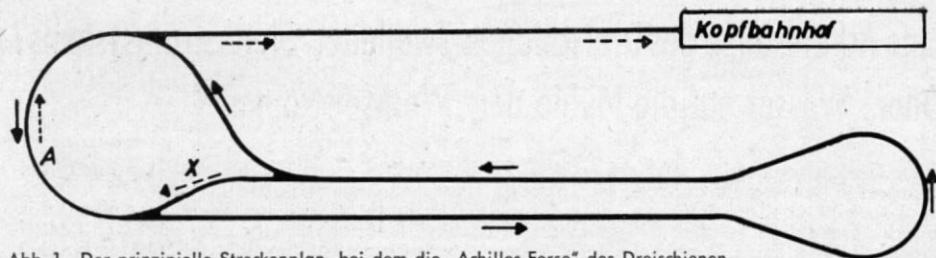
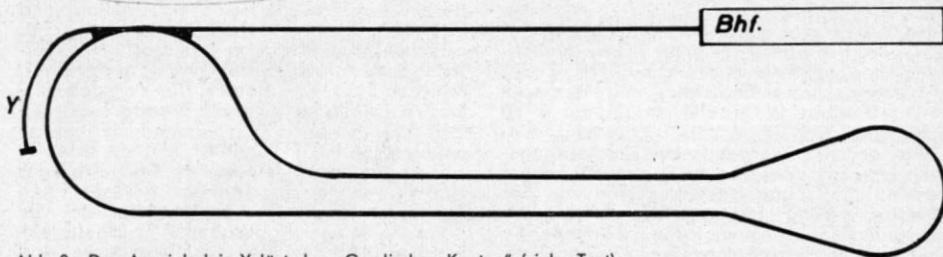

Abb. 1. Der prinzipielle Streckenplan, bei dem die „Achilles-Ferse“ des Dreischienen-Zweileiter-Gleichstrom-Systems „entdeckt“ wurde.
Abb. 2. Das Ausziehgleis Y löst den „Gordischen Knoten“ (siehe Text).
Die in den Abb. 1 und 9 sichtbare Stadt wurde — den Vorschlägen in der MIBA-Anlagenfibel folgend — etwa 80 mm über Bahnhofsniveau errichtet. Die Straßenbahnlinie führt vom Bahnhofsvorplatz über eine Straßenrampe und eine Brücke zum Stadtplatz. Nach Umfahrung der Kirche verläuft die Strecke längs des Bahnhofs — auf der dem Bahnhofsgebäude gegenüberliegenden Seite — zu einer Vorortssiedlung aus kleinen Reihenhäusern. Hier befindet sich die zweite Endstelle.
Abb. 1 „REPA“-Weichenantrieb mit voller Kontaktbestückung. Die Bauteile bestehen sämtlich aus schwarzem Kunststoff und wurden nur aus fotografischen Gründen teilweise hell eingefärbt. Abmessungen des Antriebes: Länge 55 mm, Breite 25 mm, Höhe 15 (20) mm.
Abb. 3. Der neue „REPA“-Weichenantrieb fertig montiert. 1 = Zungenbrückenarm, 2 = Stelldraht, 3 = Weichenlaternen-Hebel, 4 = Kontaktinheiten, 5 = Anschlüsse der Umschaltkontakte, 6 = Umschaltkontakte, 7 = Befestigungsschraube. – Bei der Montage muß unter der Zungenbrücke der Weiche ein etwa 5 x 10 mm großes Langloch in der Anlagengrundplatte vorgesehen werden, durch das der Zungenbrückenarm geführt wird. Dieser selbst ist mit einer beigegebenen Mutter an der Zungenbrücke zu befestigen, die deshalb in der Mitte ein Loch von 1,5 mm Ø haben muß. Der Antrieb ist rechtwinklig zur Gleisachse des geraden Stranges (hier gestrichelt angedeutet) zu montieren, und zwar so, daß die Zungen in beiden Stellungen mit etwa dem gleichen Anpreßdruck an den Backenschiene anliegen. Der Stelldraht liegt dem Antrieb aus Verpackungsgründen lose bei und ist in das vorbereitete Loch etwa 5 mm tief einzudrücken (s. Pfeil in Abb. 1).
Doch kommen wir nun zum Spezialfall des Herrn D., dessen Streckennetz im wesentlichen aus einer Ringstrecke besteht, aus der die Züge in einen Kopfbahnhof „ausgefädelt“ werden (Abb. 1). Auf der Ringstrecke sind ständig bis zu drei Züge gleichzeitig unterwegs, und zwar entgegen dem Uhrzeigersinn, wie es die ausgezogenen Pfeile in Abb. 1 angeben. Soll ein Zug aus dem Kreisverkehr ausscheren und in den Bahnhof einfahren, so muß er über die Verbindung X geleitet werden und gelangt so schließlich entsprechend den gestrichelten Pfeilen in den Bahnhof. (Die sicherungstechnischen Maßnahmen zur Vermeidung von Zusammenstößen mit entgegenkommenden Zügen auf der Strecke A können hier außer acht gelassen und als vorhanden betrachtet werden.)
Der auf die Anlage des Herrn D. zugeschnittene Prinzip-Gleisplan sieht dann wie in Abb. 2 aus. Die Strecke X aus Abb. 1 entfällt hier; statt dessen ist jetzt das Ausziehgleis Y
Abb. 1 u. 2. Die Steinwaldener scheinen fleißige und geschäftstüchtige Leute zu sein. Während sich ihre Feriengäste auf dem Dorfanger in der Sonne räkeln oder sich auf dem Rücken einiger Pferde durch die Landschaft schaukeln lassen, herrscht am Sägewerk reges Leben. Eifrig ist man dabei, das Schnittholz in den bereitstehenden Wagen zu verladen.